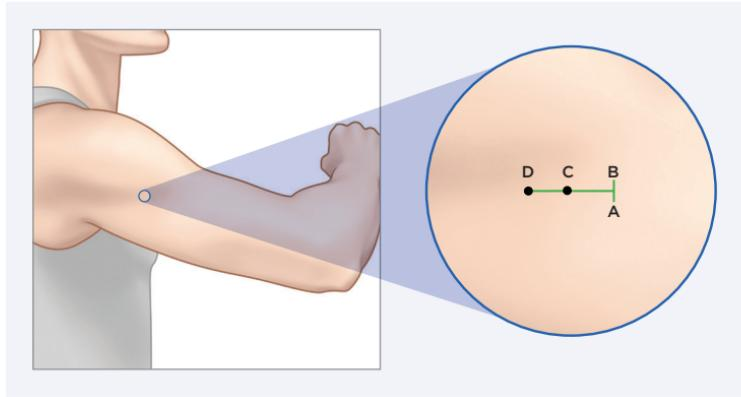

Figure 1
Un anesthésiant local (environ 2 ml de lidocaïne) doit être injecté environ sur environ 5 mm le long de l'incision prévue (AB) et à environ 30 mm perpendiculairement à l'incision prévue (CD), ce qui correspond à la trajectoire prévue pour le dissecteur à bout émoussé. (Figure 1).
Incisez du point B (Figure 1) au point A sur 5 mm environ.
- Retirez le dissecteur à bout émoussé du plateau et introduisez-le à un angle de 45° environ sur la ligne médiane entre A et B (figures 1 et 2), de manière à ce que l'extrémité et la portion biseautée du dissecteur soient sous la peau, jusqu'à ce que les butées de contrôle de la profondeur touchent la peau.